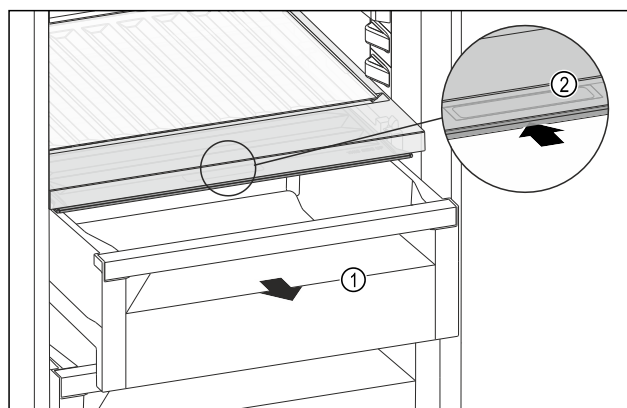

Fig. 108
- Izvucite ladicu *Fig. 108 (1)*.
- Primite ručku *Fig. 108 (2)* na poklopcu pretinca i istodobno povucite poklopac pretinca prema natrag.